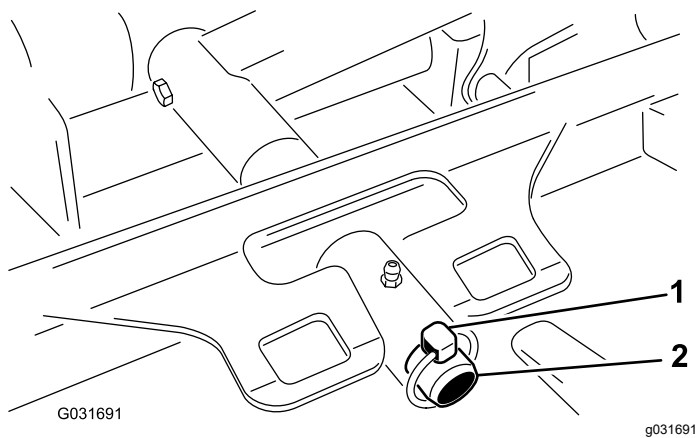

Figure 64
3. Retirez la goupille à anneau qui fixe le bâti porteur du plateau de coupe à l'axe de pivot du bras de levage (Figure 64).
3. Poussez le bâti porteur du plateau de coupe sur la tige de pivot et fixez-le avec la goupille à anneau (Figure 64).